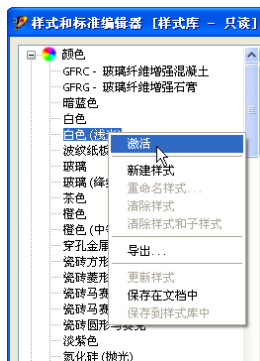

图 1-43 颜色样式列表
(4) 要添加颜色样式, 单击【新建】按钮, 输入样式名称, 然后设置颜色属性。
(5) 要编辑现有颜色样式, 在列表中选择它, 然后设置颜色属性。要删除颜色样式, 在列表中选择它, 然后右键调出菜单单击【清除样式】按钮。添加或编辑样式后单击【保存】按钮保存修改。要立即对有关零件应用修改, 可单击【应用】按钮。
(6) 要对零件应用颜色样式, 可在浏览器或图形窗口中选择零件, 右键单击选择【激活】选项, 从颜色样式列表中选择一种颜色样式右键单击选择激活即可, 如图 1-43 所示。